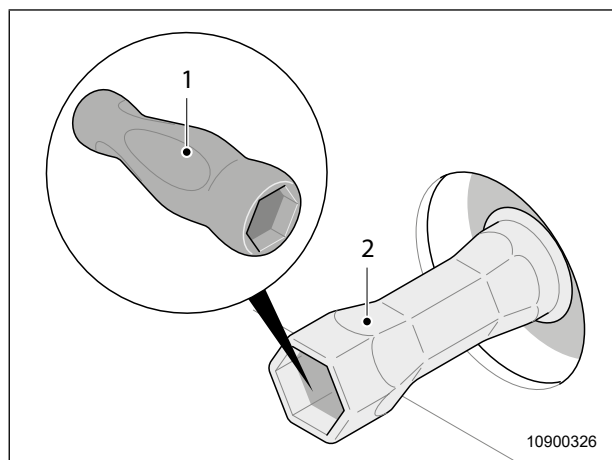

Fig. 65 Tuerca de luz trasera con empuñadura de las herramientas de a bordo
8. Aflojar ambas tuercas (Fig. 65, pos. 2) de la luz trasera con la empuñadura de las herramientas de a bordo (Fig. 65, pos. 1) desenroscarlas con la mano.